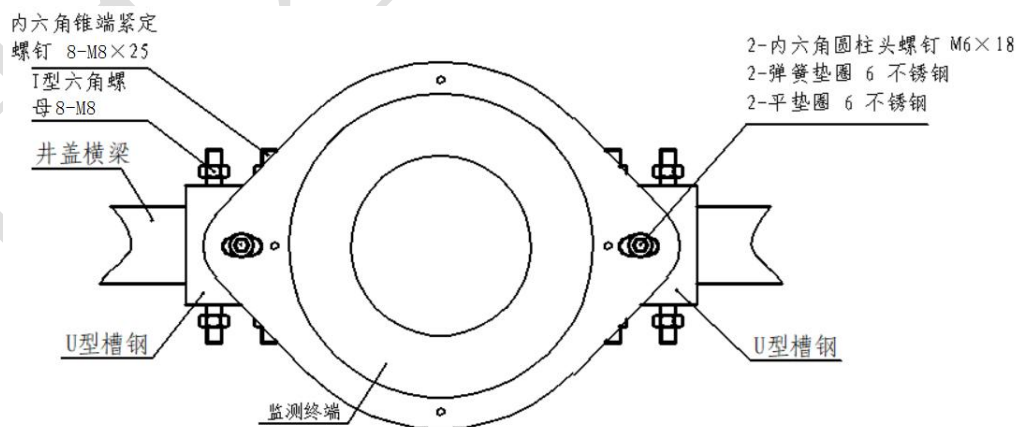

图 10 非金属复合材料井盖监测终端安装示意图 (安装附件 CS-iTWM-08-A02)
4) 将终端按照如图 10 所示方向安装于固定好的 U 型槽钢上。
- 4) 根据图 10 先将膨胀螺栓装入两个安装孔内，再拆下六角螺母、簧垫圈、及一个平垫片，然后把监测终端对应的 2- $\phi 6.5$ 条形孔分别套在两个膨胀螺栓上，再依次装上平垫和六角螺母并拧紧六角螺母保证膨胀螺栓与井盖紧固，最后再在已装好的六角螺母处加上一个六角防松螺母并拧紧防止螺母松动，监测终端即固定井盖上；